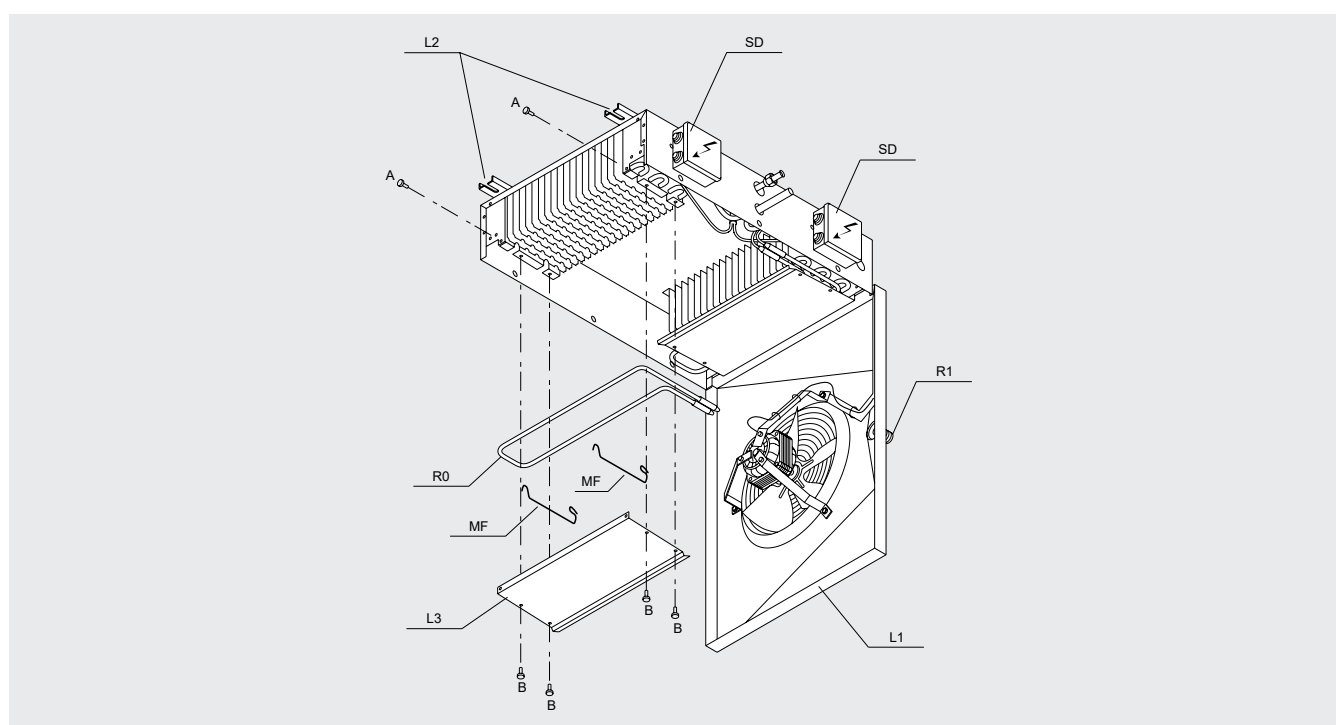

Figura 6
- 8.3 3. Acompañar el envoltente hasta la posición representada en la "Figura 6".